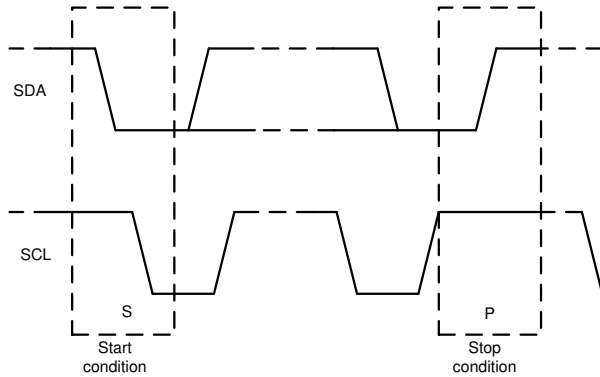

图 7-14. 启动和停止条件
1. 控制器通过产生启动条件来启动数据传输。启动条件是当 SCL 为高电平时在 SDA 线上发生从高到低的转换，如图 7-14 所示。所有与 I²C 兼容的器件都会识别启动条件。
4. 为了用信号指示数据传输结束，控制器通过在 SCL 线处于高电平期间将 SDA 线从高电平拉低来产生停止条件，如图 7-14 所示。此操作将释放总线并停止与寻址的目标器件之间的通信链路。所有与 I²C 兼容的器件都会识别停止条件。在收到停止条件后，将释放总线，然后所有目标器件等待启动条件，接着是匹配的地址。